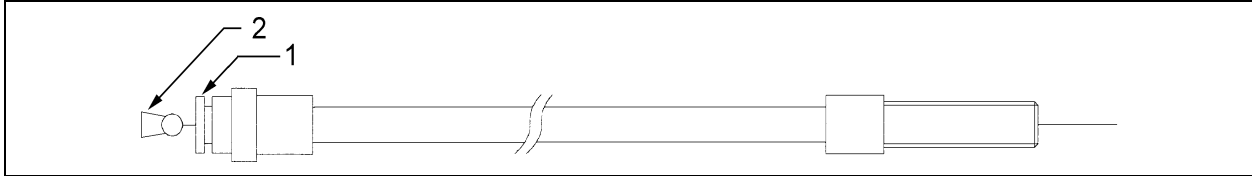

**Figure 5:** Nouveau pivot du cylindre.
- Installer le nouveau pivot du cylindre (figure 5) dans l'orifice qui accueillait l'ancien. Fixer le côté du pivot ayant le plus grand diamètre à l'aide d'une rondelle et d'un écrou 9/16;